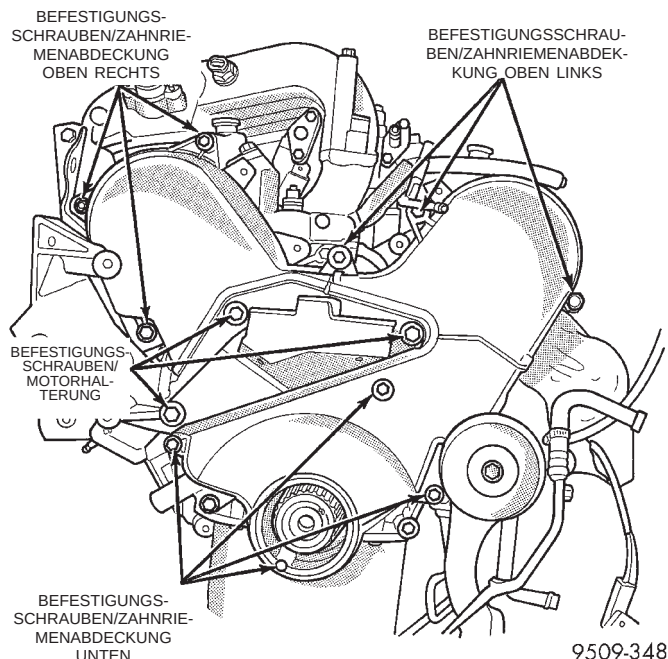

Abb. 51 Zahnriemenabdeckungen
- (5) Ausbau der Motorhalterung (Abb. 51).
- (6) Zahnriemenabdeckungen ausbauen (Abb. 51). Abdeckungen in dieser Reihenfolge ausbauen:
(10) Vordere Hälfter der Zahnriemenabdeckung und Motorhalterung montieren (Abb. 51).
(11) Rechte Motorhalterung einbauen. Siehe entsprechenden Arbeitsgang in diesem Kapitel.
(12) Wagenheber unter dem Motor entfernen.
(13) Schwingungsämpfer und -schraube montieren und mit einem Anzugsmoment von 182 N·m (134 ft. lbs.) festziehen. Siehe entsprechenden Arbeitsgang in diesem Kapitel.
(14) Antriebsriemen der Zusatzaggregate auflegen. Siehe hierzu entsprechenden Abschnitt in Kapitel 7, Kühlsystem.
(15) Fahrzeug anheben und rechten inneren Spritzschutz einbauen.